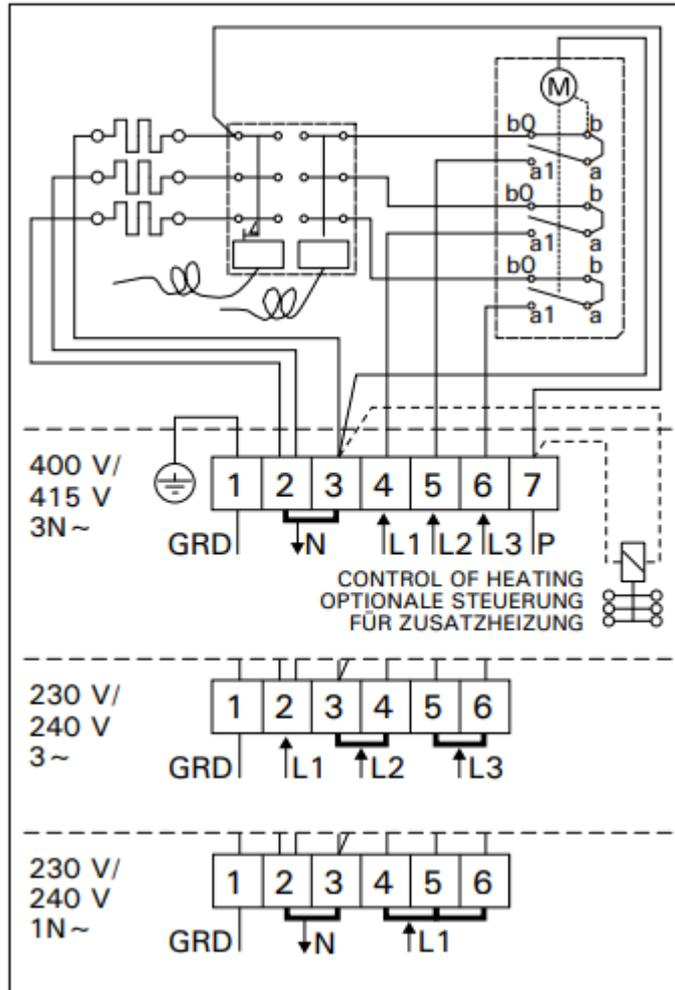

Abbildung 10: Elektroanschlüsse des Saunaofens
- Die BC-Saunaöfen sind zusätzlich zum Netzanschluss mit einer Klemme (P) ausgestattet, welche die Möglichkeit zur Steuerung der Elektroheizung bietet (Abb. 10). Der Ofen übernimmt mit dem Einschalten die Spannungsregelung. Das Steuerungskabel für die Elektroheizung wird direkt zur Klemmdose des Saunaofens gelegt und von dort aus durch ein Gummikabel der gleichen Stärke weiter zur Reihenklemme des Saunaofens geleitet.